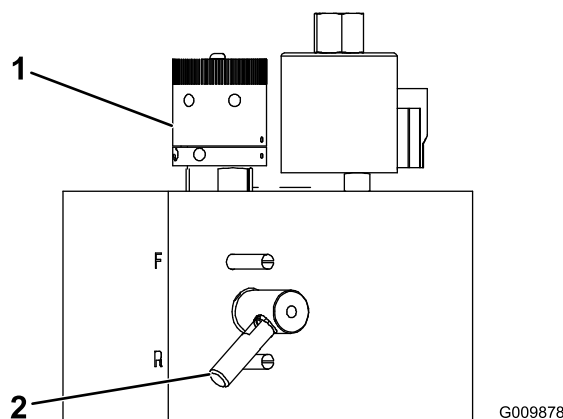

Figura 33
2. Girate la manopola di comando della velocità dei cilindri (Figura 33) fino al numero impostato determinato nella fase 1.